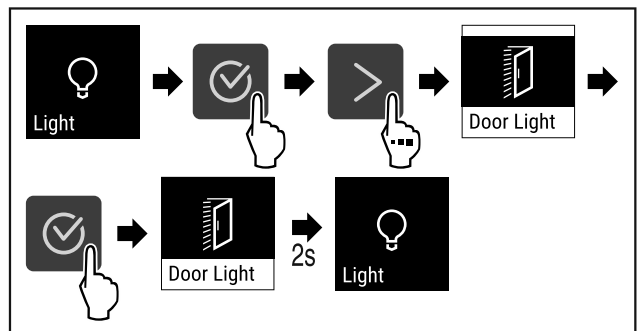

Fig. 70
- ▶ Følg anvisningene (se Fig. 70) .